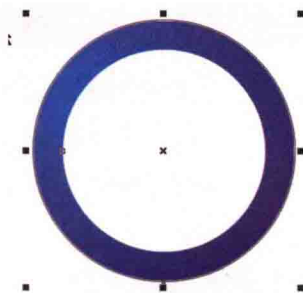

图1-34
STEP 05 按【Shift】键，选择圆环与前面备份的正圆，单击属性栏中的“对齐与属性”按钮，设置水平居中、垂直居中对齐，两个图形完全重叠在一起，效果如图1-34所示。